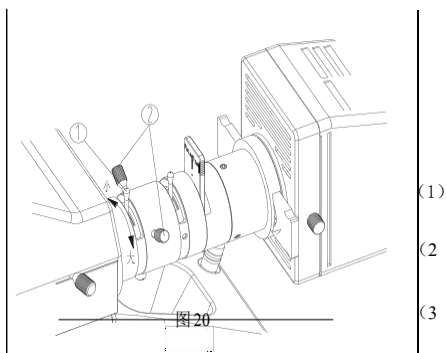
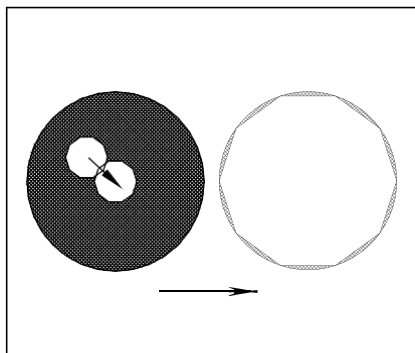

图 20
图 21
### 视场光阑调节(反射照明) (图 20、21)
把视场光阑调节拨杆①拨到最左端，即把视场光阑开到最小。(如图 20)
(1) 通过目镜观察，此时能在视场内看到视场光阑的成像。
(2) 调节左右两个视场光阑调中螺钉②，将视场光阑的像调到视场中心。
(3) 逐步打开视场光阑，如果视场光阑的图像和视场内切，表示视场光阑已正确对中了。(如图 21)
(4) 实际使用时，稍加大视场光阑，使它的图像刚好与视场外切。